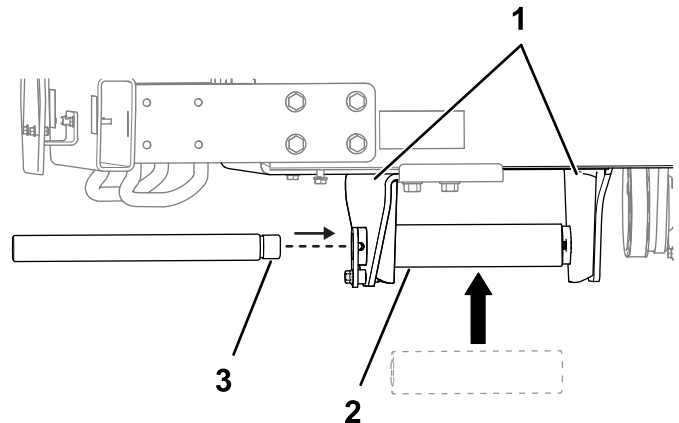

Figura 13
2. Insira o eixo espaçador entre os apoios dos eixos para garantir que estão a uma distância correcta entre eles (Figura 13). Ajuste a posição do suporte do eixo de substituição em conformidade.
3. Insira o eixo articulado através do eixo espaçador (Figura 13). Se o eixo articulado não rodar livremente, ajuste a posição do suporte do eixo de substituição. Lixe as extremidades da estrutura conforme necessário.